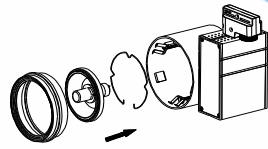

Рис.2
- Установите металлогалогенную лампу в светильник, и закройте переднюю крышку, (РИС.2).